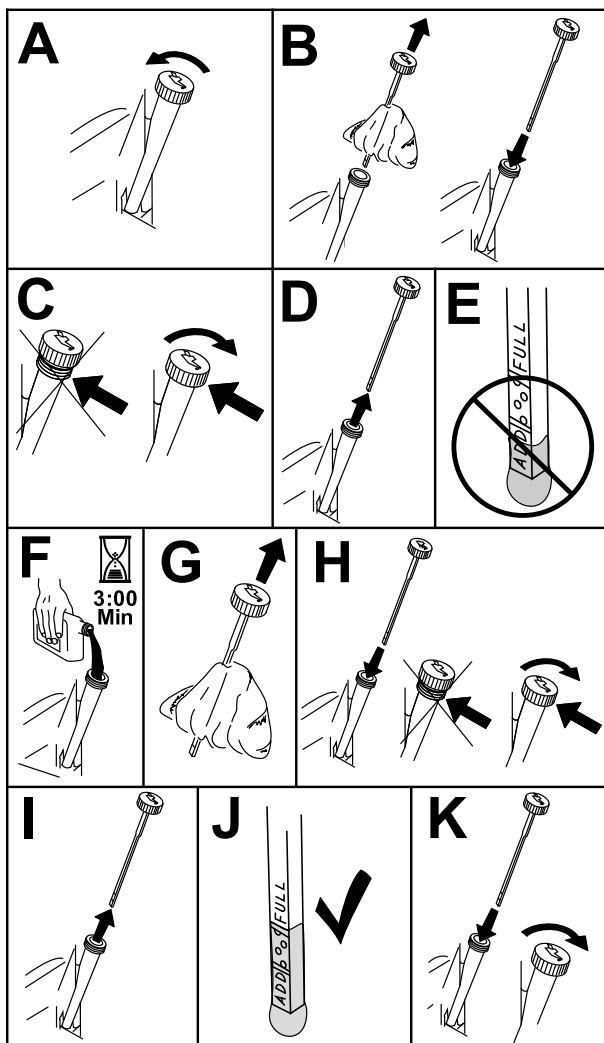

Figura 41
3. Pentru a ine murdăria, iarba tăiată etc. departe de motor, curățați zona din jurul buonului rezervorului de ulei i al jojei înainte de a o scoate (Figura 41).